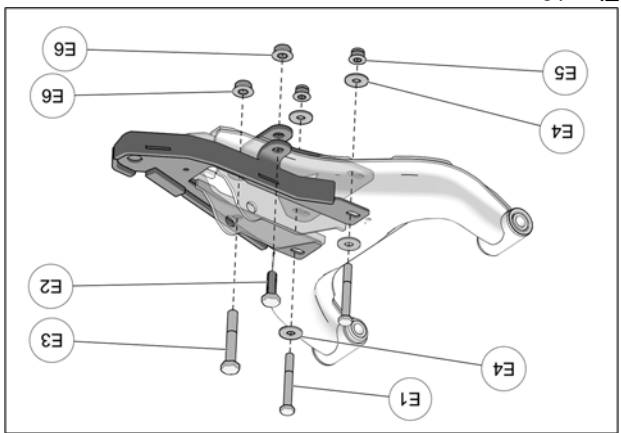

Fig. 13
7. Assembler la plaque de renfort et la plaque de serrage en utilisant les boulons M10 (E3-E2) et les écrous (E6); les boulons M8 (E1), les rondelles (E4) et les écrous (E5). Serrer les boulons M10 à un couple de 50 N-m [37 lb-pi] et les boulons M8 à un couple de 25 N-m [18 lb-pi]. Voir la Fig. 13